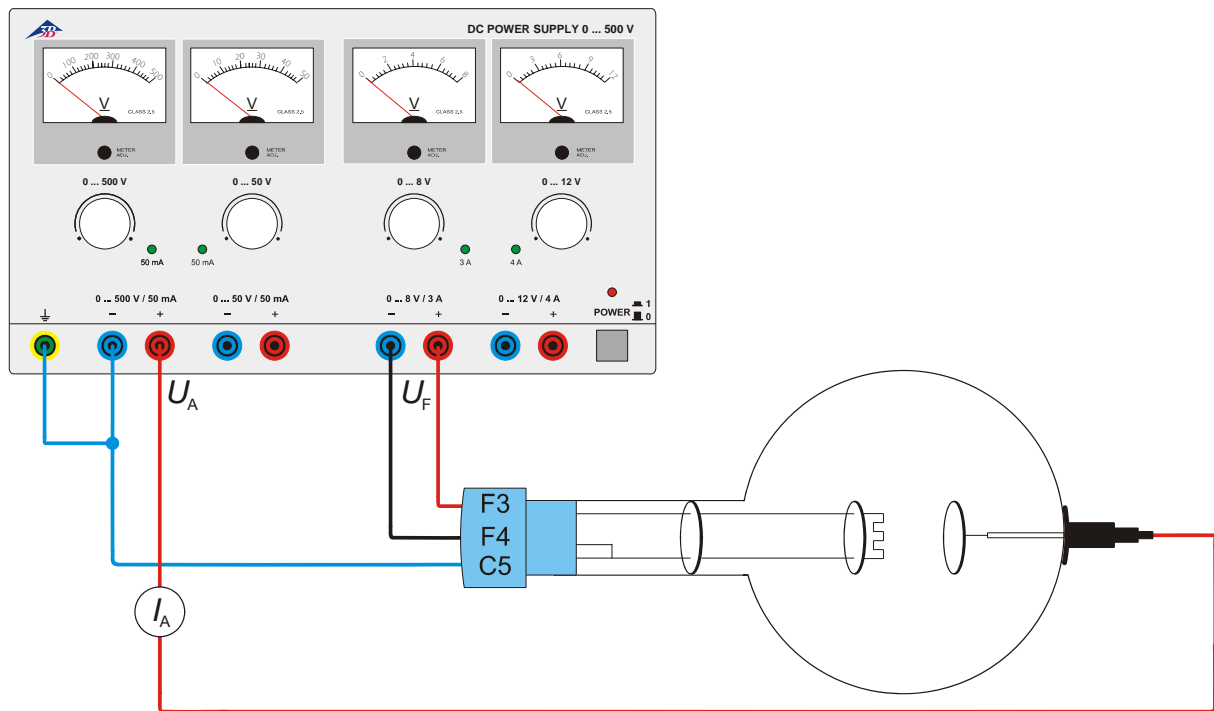

Fig. 1 Relation entre le courant anodique et la tension de chauffage et démonstration du courant anodique à l'aide d'un instrument de mesure
- Procédez au câblage comme le montre la figure 1.